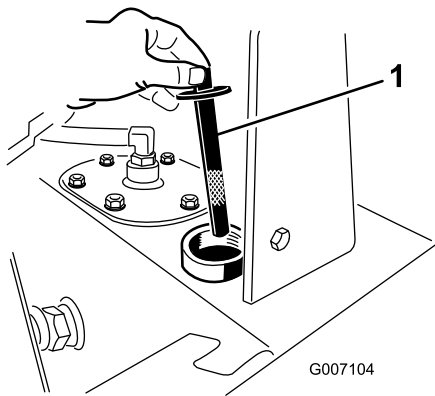

Figura 73
6. Retire el tapón y la varilla del depósito hidráulico (Figura 72 y Figura 73).